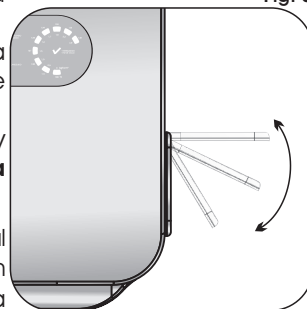

**Fig. 8**
- Cierre la puerta del autoclave presionándola contra la cámara (recipiente de presión) y moviendo el cerrojo totalmente para abajo hasta el final de curso (Figs. 8 e 9).